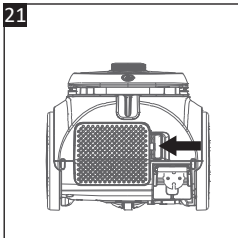

Fig. 21
2. Pe spatele aspiratorului, împingeți clema capacului evacuării aerului (25) spre stânga pentru a-l debloca și a-l scoate (**Fig. 21**).